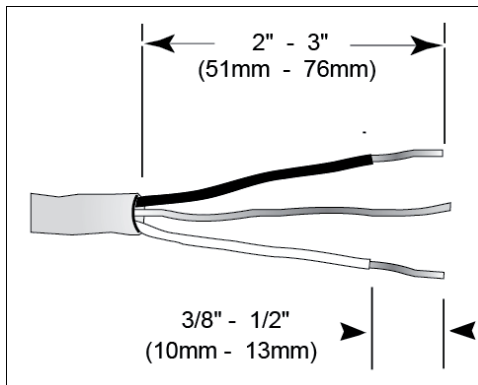
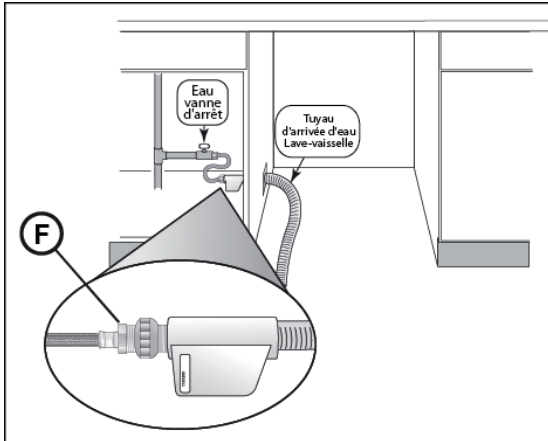

Figure 7
Figure 8
2. Enlever 2 à 3 po (51 à 76 mm) de la gaine extérieure du câble d'alimentation résidentiel ou in-situ comme indiqué sur la **Figure 8**. Enlever 3/8 à 1/2 po (10 à 13 mm) de l'isolant de chaque fil comme indiqué sur la **Figure 7**.
3. Introduire le fil de cuivre dénudé ou vert (mise à la terre) sur le conducteur de terre « G » \equiv du bloc de bornes et visser solidement la vis du bornier (voir **Figure 7**).
REMARQUE : l'extrémité du tuyau d'alimentation du lave-vaisselle est lourde et doit être supportée. Il convient de déposer l'extrémité du tuyau sur le plancher de l'armoire comme indiqué sur la Figure 8.